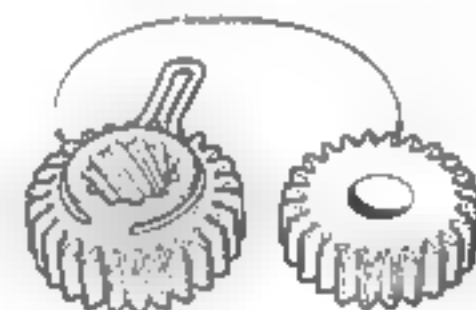

Fig. 4
- Remonter sur l'arbre intermédiaire, la rondelle, l'entretoise, le pignon (chanfrein des dents orienté côté carter embrayage) et l'autre rondelle (fig. 4).